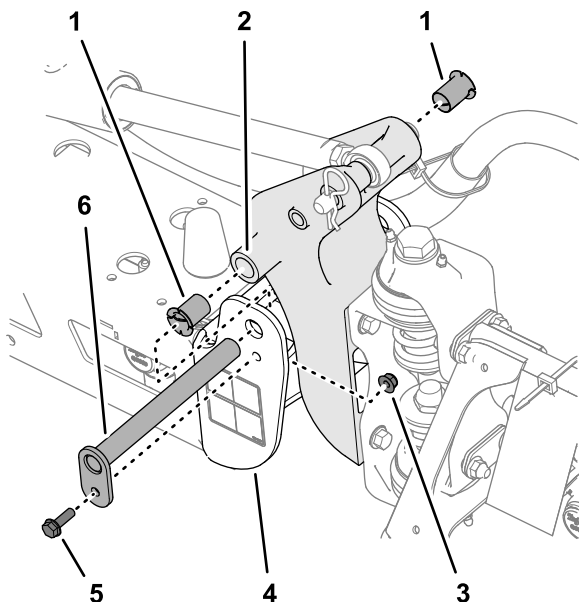

Figure 108
3. Retirez le boulon et l'écrou qui fixent l'axe de pivot, et déposez celui-ci (Figure 108).
5. Déposez et examinez les bagues en nylon à l'avant et à l'arrière du support de pivot (Figure 108).
6. Lubrifiez les bagues en nylon avec un peu d'huile et insérez-les dans le support de pivot (Figure 108).
7. Alignez les trous du support de pivot et les trous du profilé d'extrémité (Figure 108).